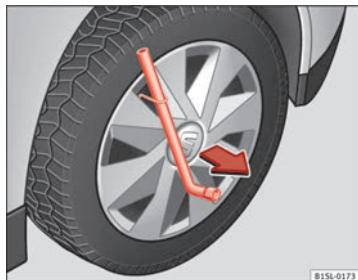

Abb. 142 Radvollblende abziehen.
- Radschlüssel durch den Drahtbügel schieben ⇒ Abb. 142 und die Radvollblende in Pfeilrichtung abziehen.